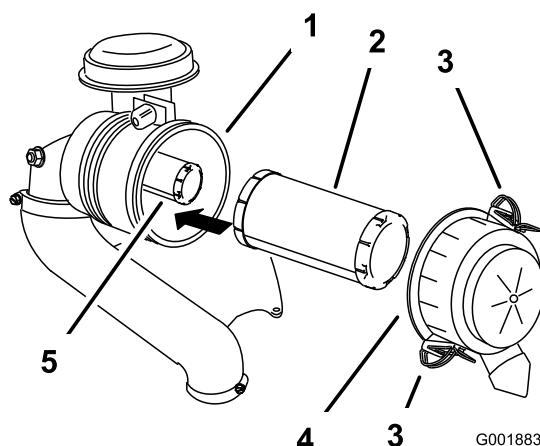

Figura 51
3. Abra los cierres del limpiador de aire y tire de la tapa de la entrada de aire para separarla del cuerpo del limpiador de aire (Figura 51).
5. Extraiga con cuidado el filtro primario de la carcasa del limpiador de aire (Figura 51).
2. Si va a cambiar el filtro interno, deslícelo cuidadosamente en el cuerpo del filtro (Figura 51).
3. Deslice cuidadosamente el filtro primario por encima del filtro de seguridad (Figura 51).
4. Instale la tapa del limpiador de aire y fije los cierres (Figura 51).